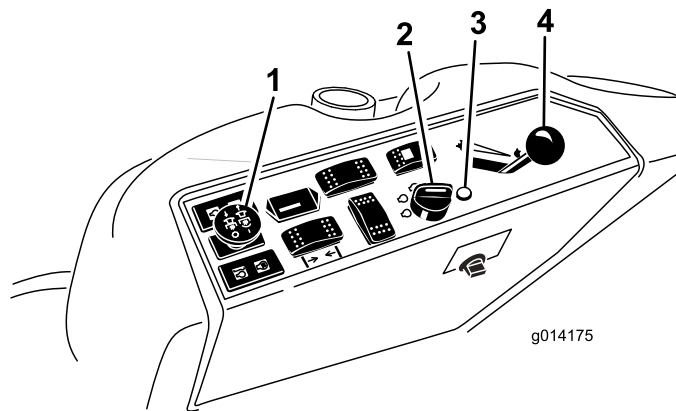

図 11
4. PTO スイッチをOFF 位置とする（図 11）。
5. スロットル・レバーを Fast と Slow の中間にセットする（図 11）。